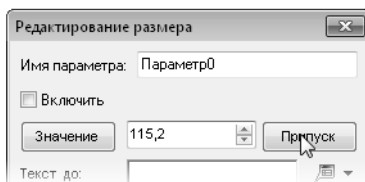

Рис. 4.9.
22. В открывшемся диалоге **Редактирование размера** нажмите кнопку **Припуск** (рис. 4.9) рядом с ячейкой **Значение**.